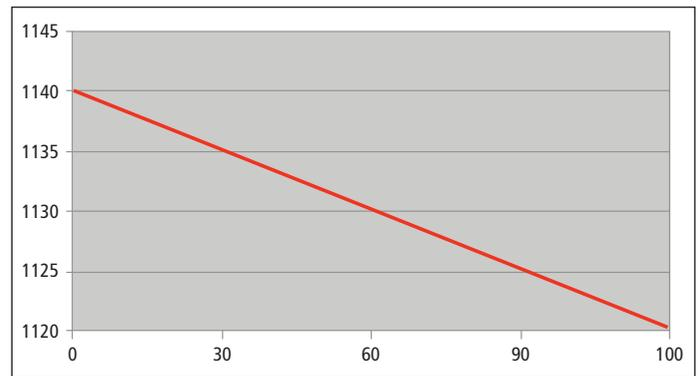

Abb. 8: TeMin – Zementitbildung. Dieser Parameter hängt stark von der Keimbildung und damit von der Impfung ab.
- **TeMin:** Die untere eutektische Temperatur wird durch den Schnittpunkt der ersten Ableitung mit der Nulllinie definiert. Dieser Wert ist indirekt proportional zur Bildung von Zementit, wie in der Grafik gezeigt (Bild 8) (Näherungswerte):